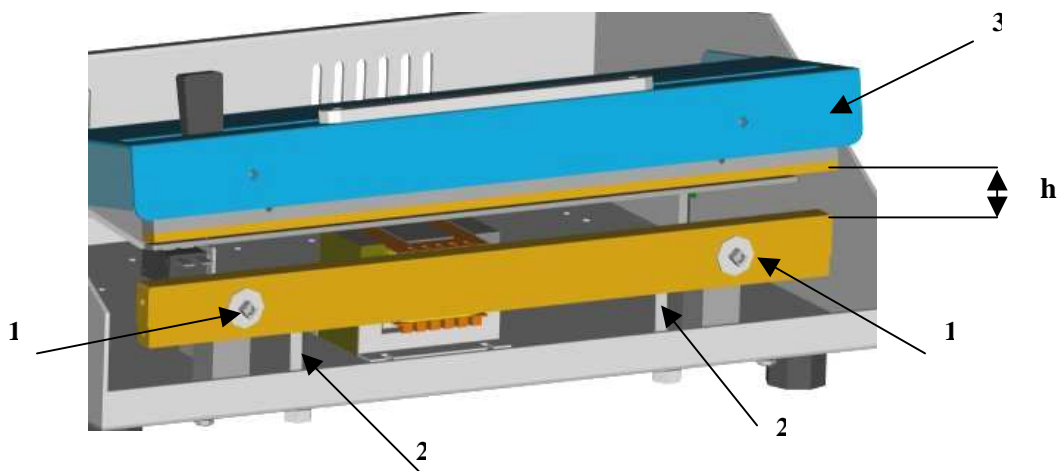

fig. 7
- a) posizionare il piano basculante (n°3 fig. 7) all a massima apertura agendo sulla manopola zigrinata della vite di regolazione (n°1 fig. 3) posta sotto al basamento, allentandone il controdado.
- b) Svitare e togliere le due viti (n°1 fig. 7)
- f) Prima di bloccare le due viti (n°1 fig. 7), assicurarsi che la barra appoggi correttamente sui grani di regolazione (n°2 fig. 7)
non allentare i grani di regolazione (n°2 fig.7)